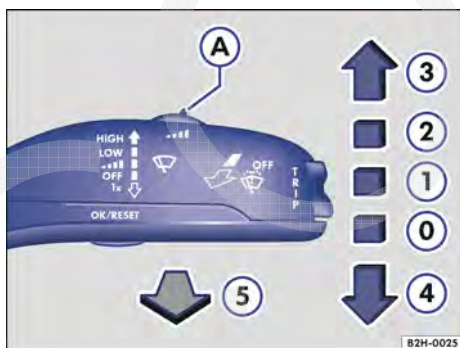

Fig. 83 Comandar os limpadores do para-brisa.
- Pressionar a alavanca dos limpadores do para-brisa brevemente para baixo dentro de 10 segundos após desligar a ignição → Fig. 83 .